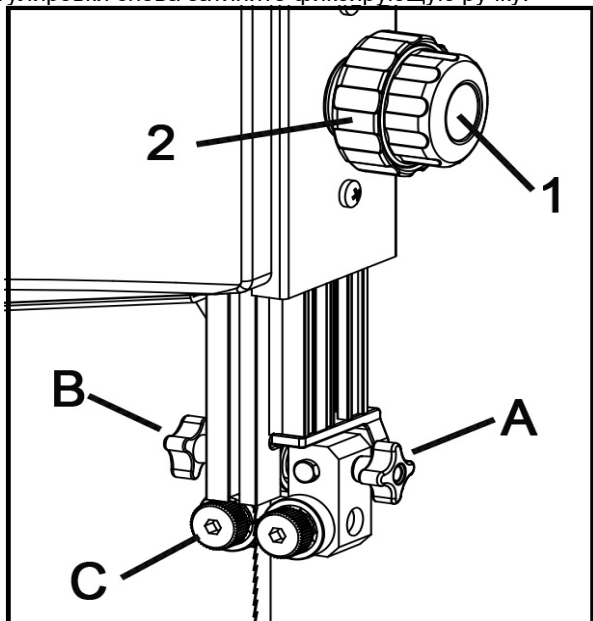

Рисунок 15
Установите верхнюю направляющую пильной ленты с помощью ручки регулировки (2, Рис. 15) на желаемую высоту, ослабив фиксирующую ручку (1, Рис. 15). После регулировки снова затяните фиксирующую ручку.
- Ослабьте ручку (А) и отрегулируйте подшипниковый узел так, чтобы боковые подшипники располагались на расстоянии 1-2 мм от впадины зуба полотна (изогнутая область в основании зуба). Снова затяните ручку (А, Рис. 15).
- Ослабьте ручку (В, Рис. 15) и установите упорный подшипник в положение 0,4 мм от задней кромки ленты. Снова затяните ручку (В).
- Ослабьте болт (С, Рис. 15) и отрегулируйте боковые направляющие подшипники в положение 0,5 мм от ленты. Снова затяните болт (С).